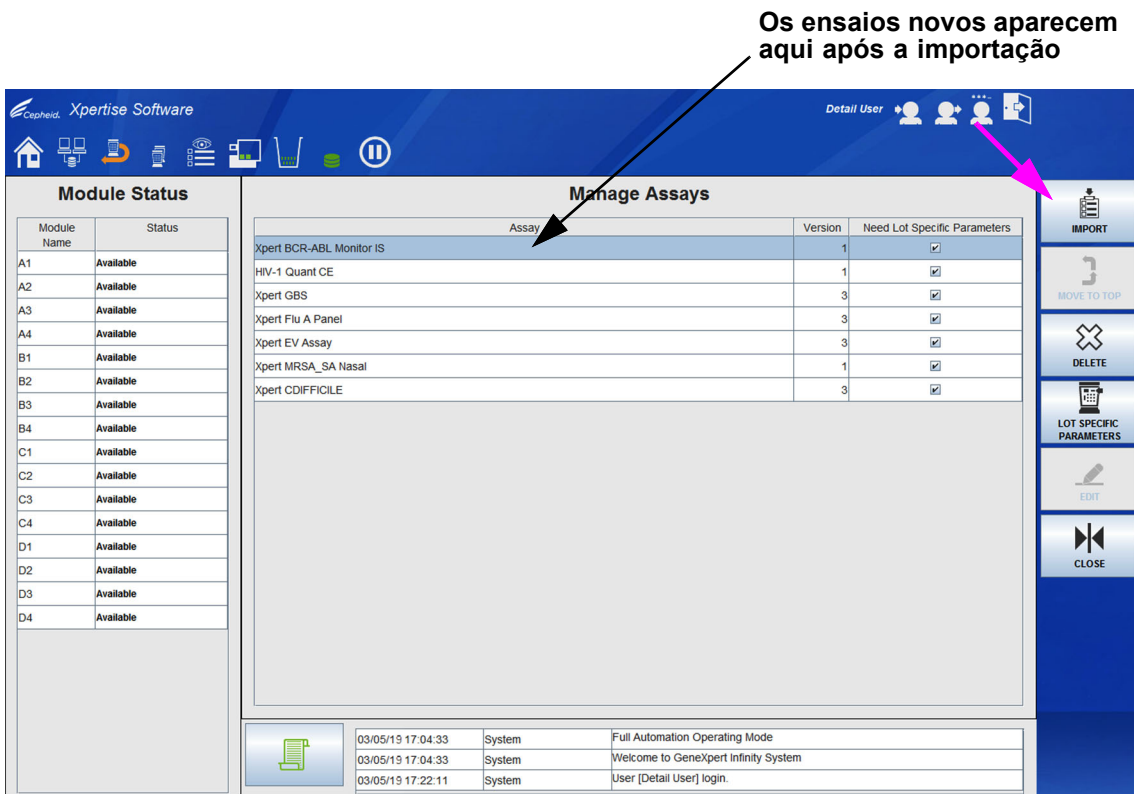
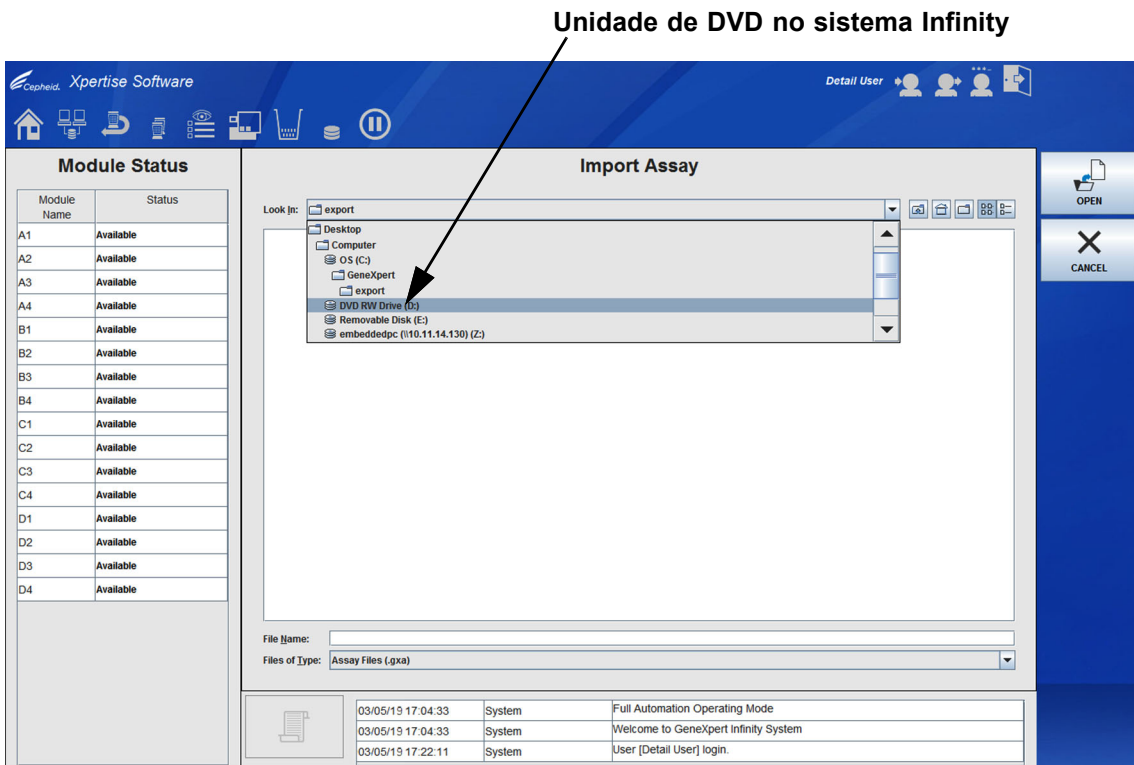

Figura 2-56. Área de trabalho Manage Assays (Gerir ensaios) do Xpertise
Figura 2-57. Área de trabalho Import Assay (Importar ensaio) – Navegar até à unidade de DVD
2. Seleccione o botão **MANAGE ASSAYS (GERIR ENSAIOS)** (ver Figura 2-55). É apresentada a área de trabalho Manage Assays (Gerir ensaios), exibindo a lista de todos os ensaios anteriormente importados. Ver Figura 2-56.
Se esta é a instalação inicial do sistema, a área de trabalho Manage Assays (Gerir ensaios) mostrada na Figura 2-56 não vai mostrar quaisquer ensaios.
3. Seleccione o botão **IMPORT (IMPORTAR)** (ver Figura 2-56). É apresentada a área de trabalho Import Assay (Importar ensaio). Ver Figura 2-57.
Ver Figura 2-57.
O nome e o número da versão do ensaio novo são apresentados na lista de ensaios da área de trabalho Manage Assays (Gerir ensaios). Ver Figura 2-56. Verifique o nome e o número da versão do ensaio para confirmar se importou as definições do ensaio corretas.